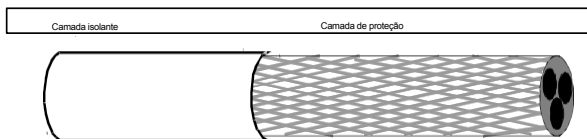

Figura D-1 Seção transversal do cabo
Para restringir efetivamente a emissão e a condução de interferência de radiofrequência (RF), a condutividade do cabo blindado deve ser, no mínimo, 1/10 da condutividade do condutor de fase. Esse requisito pode ser bem atendido por uma camada de blindagem de cobre ou alumínio. A Figura D-1 mostra o requisito mínimo para os cabos do motor do VFD. O cabo deve consistir em uma camada de tiras de cobre em forma de espiral. Quanto mais densa for a camada de blindagem, mais eficaz será a restrição da interferência eletromagnética.